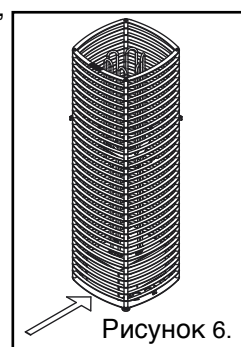

Рисунок 6.
- Переключатель тока управления находится внизу на передней стороне каменки. (См. рис. 6)